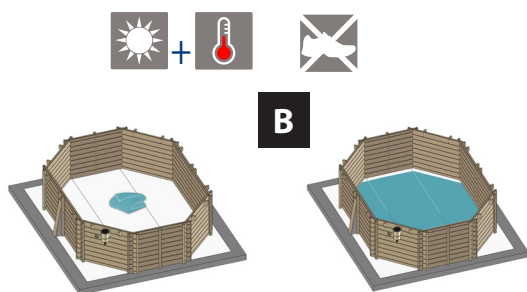
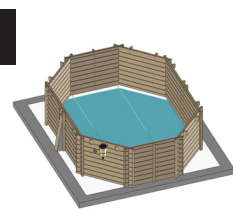

Fig. 13 / Abb. 13 / Afb. 13
Fig. 14 / Abb. 14 / Afb. 14
**B** Placez le liner au centre de la piscine (figure 13) et le déplier à partir de ce centre (figure 14). Répartissez de façon égale le jeu existant entre la dimension du liner et la dimension de la structure sur tout le pourtour.
**B** Platzieren Sie den Liner in der Mitte des Pools (Abb. 13) und entfalten Sie ihn von dort aus (Abb. 14). Verteilen Sie das Spiel zwischen den Maßen des Liners und denen des Tragwerks gleichmäßig auf dem ganzen Umriss.